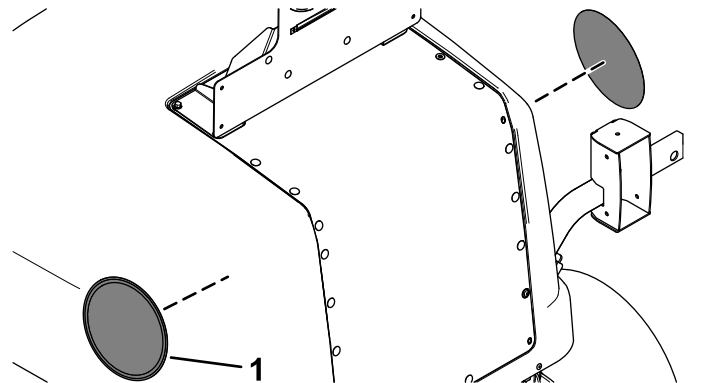

Figura 27
15. Aplique las calcomanías de limitación de velocidad en cada lado del capó (Figura 27).